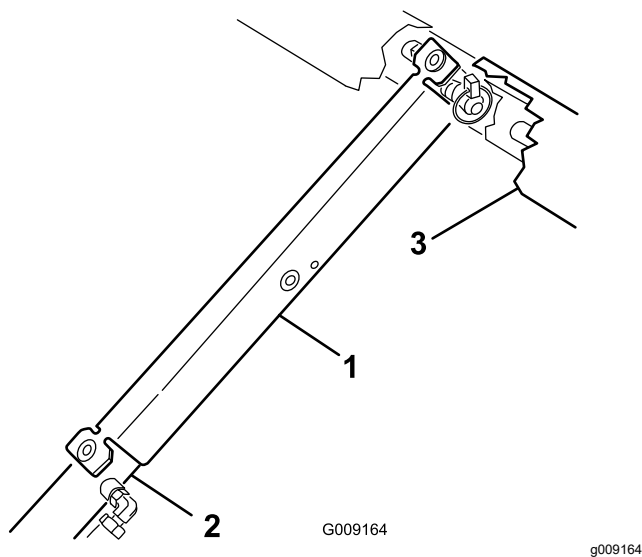

Figura 21
3. Introduza o suporte da plataforma na haste do cilindro, assegurando que as linguetas encostam à extremidade do cilindro e à extremidade da haste do cilindro (Figura 21).